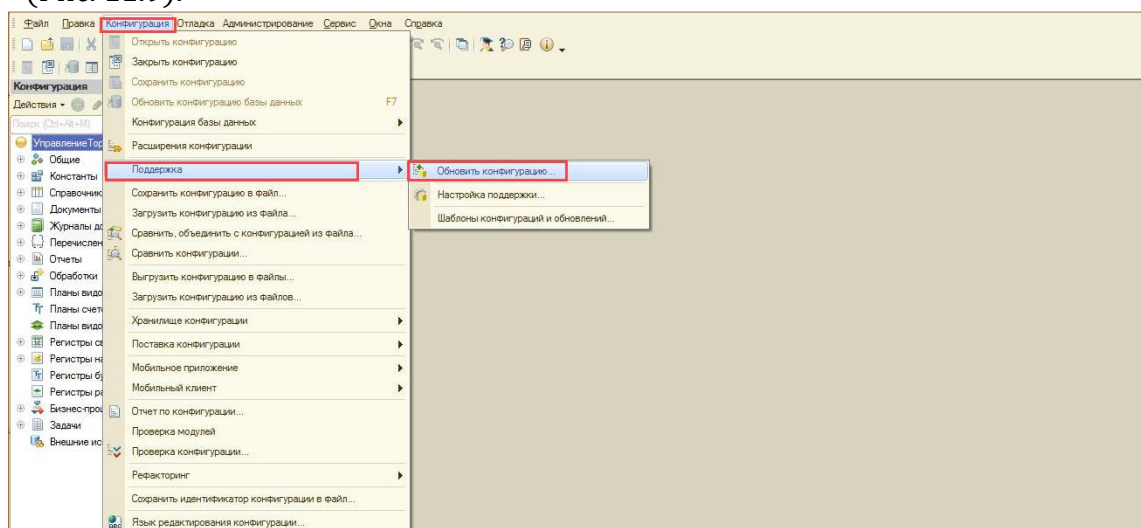
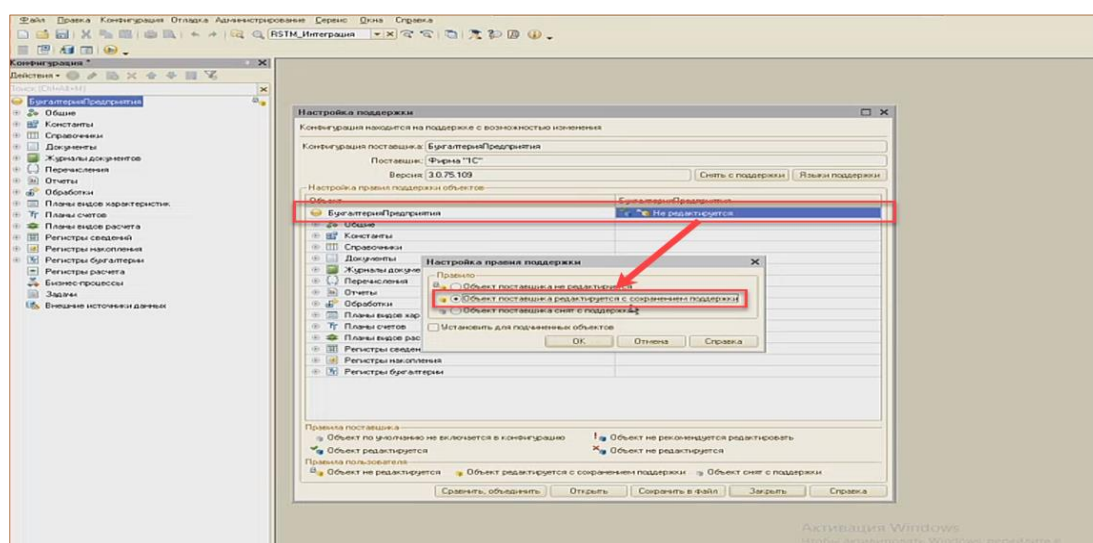

Рис. 11.1 - Настройка поддержки конфигурации
Рис. 11.2- Настройка поддержки конфигурации
- 1) Для встраивания подсистемы необходимо убедиться, что включен режим поддержки с возможностью редактирования конфигурации (Рис. 11.1, Рис. 11.2);